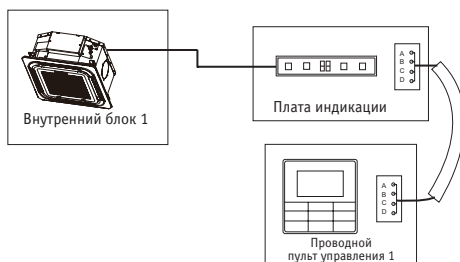

Рис. 8.9
- Используйте один проводной пульт управления для управления одним внутренним блоком (см. рисунок 8.9).